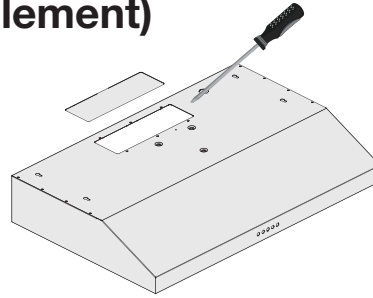

Figure 8
- Selon l'option de ventilation extérieure choisie (Voir page 13), sortez le panneau d'acier soit sur le haut ou à l'arrière de la hotte. (Voir figure 8)